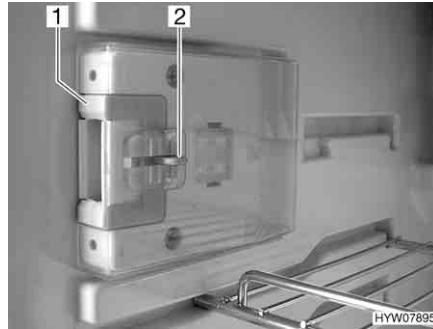
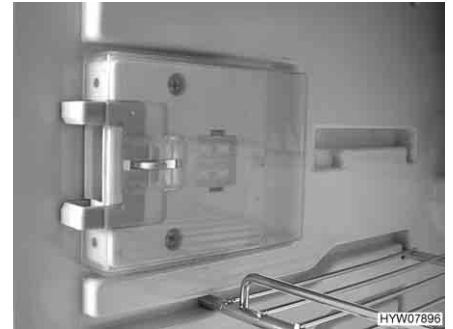

Fig. 193 Dispositivo de cierre en posición normal
Fig. 194 Dispositivo de cierre en posición de ventilación
- Hundir el desbloqueo (Fig. 193,2).
- Empujar el dispositivo de cierre (Fig. 193,1) hacia delante (Fig. 194).